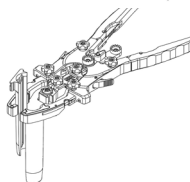

Figura 4
- Inserte las hojas caudales y cefálicas cargándolas desde arriba en las ranuras laterales del cuerpo del retractor hasta que encajen en su lugar (figura 4).